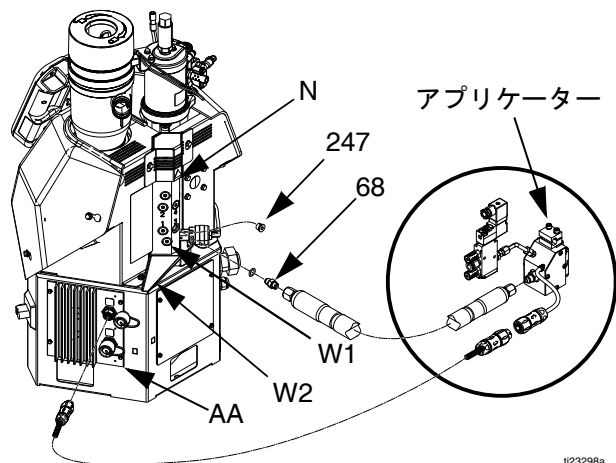

図 9
6. 加熱ホースを設置します。図 9:
- 溶解装置に取り付けられたドレントレイ (W2) 上にラグを配置します。工場での残留オイルがシステム内にある場合があります。図 9 のように設置します。
- 1/4 インチのアレンレンチを使用して、ドレンポートプラグ (W1) を取り外します。図 9 のように設置します。
- 液体の排出が止まったら、ドレンポートプラグ (W1) を再度取り付けてラグを取り外します。図 9 のように設置します。
- メルターの番号が一番小さい出口から順にプラグ (247) を取り外します。ドレンプラグ (W1) は使用しないでください。図 9 のように設置します。
注: 次の手順では、油圧フィッティング (68) の O リング側がシステムを向きます。図 9 のように設置します。
- f. ホースを油圧フィッティング (68) に取り付けます。オス電気コネクタ側がシステムを向くようにします。11/16 インチレンチを使用してホースを油圧フィッティング (68) に締めます。
- g. ホース液体アウトレットポートと同じ番号がマークしてある MZLP (AA) コネクタを見つけます。そのコネクタのカバーを取り外し、加熱ホースからのコネクタを取り付けます。図 9 のように設置します。
7. アプリケーターを設置します。図 9:
- a. 加熱ホースの液体アウトレットをアプリケーターの液体インレットに接続します。11/16 インチレンチを使用して締めます。図 9 のように設置します。
- b. Graco 製アプリケーターでは、アプリケーターの電気コネクタを加熱ホースの電気コネクタに取り付けます。図 9 のように設置します。